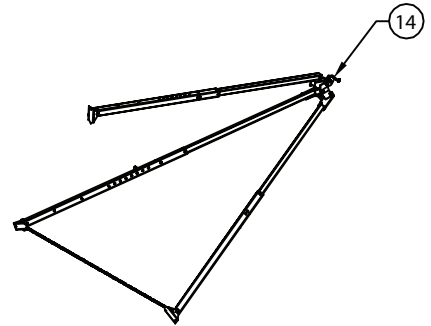

ABB. 4b
1. Das Stativ entsprechend der Darstellung in Abb. 4b auf seine Seite legen, wobei das Bein mit der Umlenkrolle[14] nach oben gerichtet ist.